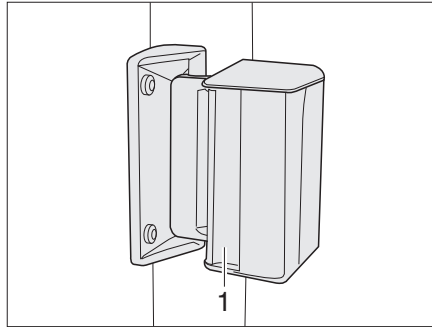

Fig. 63 Finestra scorrevole
- Premere la maniglia (Fig. 63,1) e contemporaneamente spingerla o tirarla avanti o indietro.